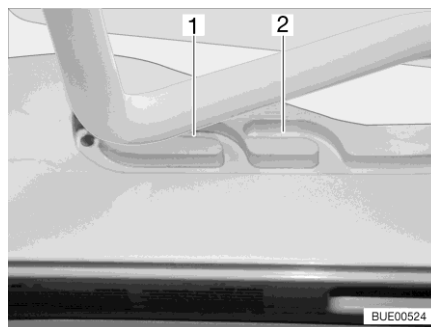
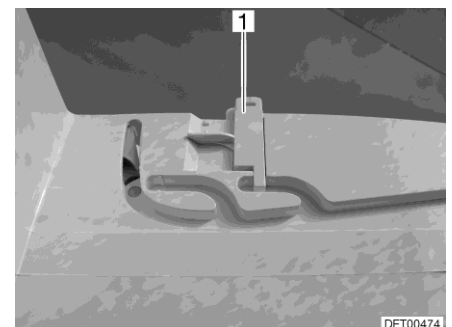

Fig. 89 Glissière (position de ventilation)
Fig. 90 Verrouillage (position de ventilation)
Position de ventilation Il est possible d'amener le lanterneau Heki en deux positions de ventilation : Position pour mauvais temps (Fig. 89,1) et position intermédiaire (Fig. 89,2). Selon l'équipement, il est possible de verrouiller le lanterneau en position intermédiaire avec les deux verrous (Fig. 90,1) à gauche et à droite du cadre du lanterneau.
- Pousser légèrement l'étrier vers le haut, le pousser dans la glissière choisie (Fig. 89,1 ou 2) et le verrouiller si nécessaire.